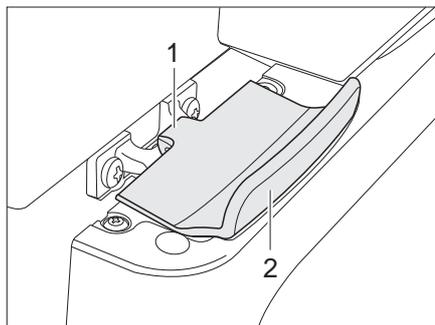

Fig. 234 Bloccaggio della porta del frigorifero, chiuso (Thetford)
*Apertura:* ■ Aprire la porta del frigorifero tirando la maniglia (Fig. 234,2). Il bloccaggio (Fig. 234,1) si sblocca automaticamente.